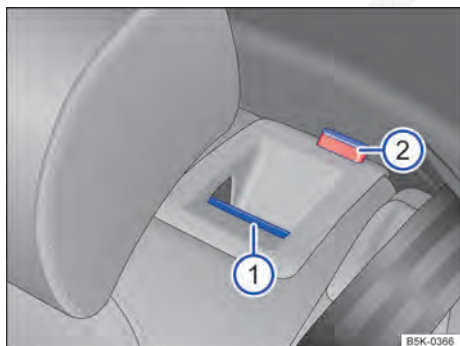

Fig. 73 No encosto do banco traseiro: botão de destravamento ①, marcação vermelha ②.
- Puxar o botão de destravamento → Fig. 73 ① para frente. A parte destravada do encosto do banco traseiro é rebatida automaticamente para frente.
- A respectiva parte de encosto do banco traseiro estará destravada quando estiver visível uma marcação vermelha → Fig. 73 ②.
O encosto do banco traseiro estará destravada quando a marcação vermelha → Fig. 73 ② estiver visível.
- A marcação vermelha → Fig. 73 ② não deve mais estar visível.
- Uma marcação vermelha → Fig. 73 ② sinaliza um encosto do banco traseiro não encaixado. Verificar sempre se a marcação vermelha não estará visível quando o encosto do banco traseiro estiver na posição ereta.